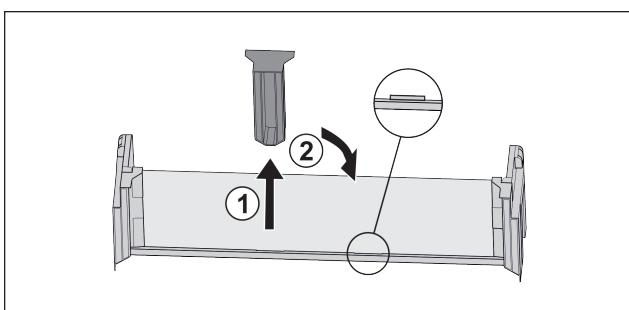

Fig. 17
► Снимите среднюю поддерживающую деталь Fig. 17 (1).
► Вставьте среднюю поддерживающую деталь во вторую позицию Fig. 17 (2).